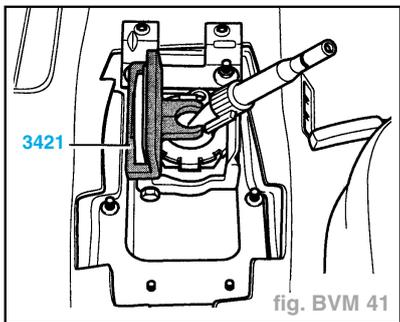

fig. BVM 41
- Poser le gabarit 3421 du levier de passage des vitesses en poussant celui-ci complètement vers la droite (fig. BVM 41).